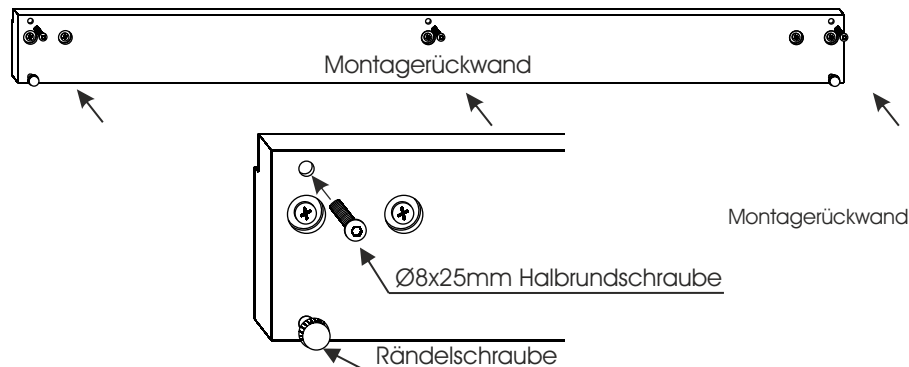

Abb. 4
8. Schieben Sie den unteren Ablageboden auf die Sechskantbolzen und verschrauben Sie Boden und Bodenstütze mit der Paneelrückwand. (Abb.4)
8. Drehen Sie in die oberen Bohrungen die M8x25mm Halbrundkopfschrauben ein. Die Schrauben dürfen nicht in den Falzbereich hineinreichen. (Abb. 4)